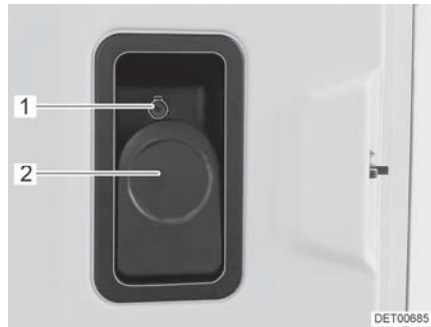

Bild 41 Türschloss (Eingangstür innen)
- Öffnen:** ■ Hebel (Bild 41,2) ziehen.
- Verriegeln:** ■ Sicherungsknopf (Bild 41,1) hineindrücken.